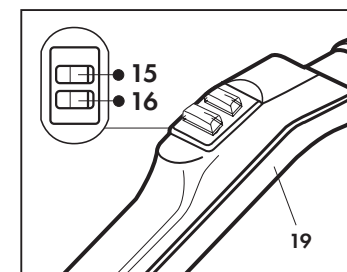
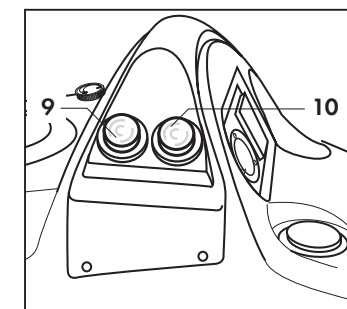

Fig. 13
Fig. 14
Premere il tasto di comando aspirazione (15) posto sull'impugnatura del flessibile per attivare o disattivare la funzione di soffiaggio; mantenendo premuto il tasto aumenta o diminuisce la potenza di aspirazione. (Fig. 13)
Per arrestare l'apparecchio spegnere gli interruttori di comando vapore e aspirazione posti sull'impugnatura (19) (Fig. 13); posizionare su OFF gli interruttori posti sull'apparecchio (Fig. 14) e scollegare la spina dalla presa di corrente.